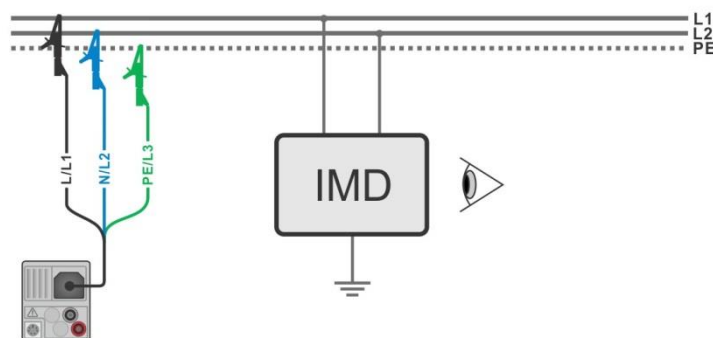

Figura 8.13: Medición AUTO IT
- Conecte las puntas de prueba al objeto a prueba, vea la **Figura 8.13**.